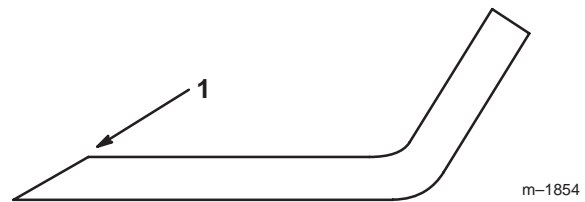

Figure 36
1. Au moyen d'une lime, aiguisiez les tranchants aux deux extrémités de la lame (Fig. 36) en veillant à conserver l'angle d'origine. Limez la même quantité de métal sur chacun des deux tranchants pour ne pas déséquilibrer la lame.